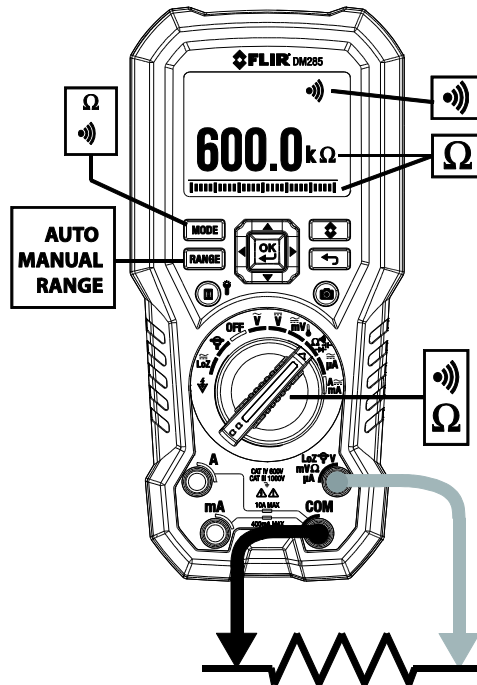

Fig. 9-3 Weerstand en Continuïteitsmetingen
1. Zie Fig. 9-3. Zet de functieschakelaar op de  positie.
1. Zie Fig. 9-3. Zet de functieschakelaar op de  **$\Omega$**  positie.